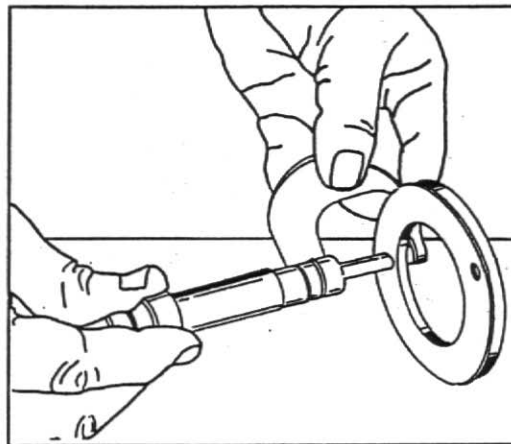

Fig. 6
4. Verifique a espessura da arruela de encosto da árvore de comando das válvulas: 5,49 - 5,54 mm ou 0,216 - 0,218 pol, fig.6.